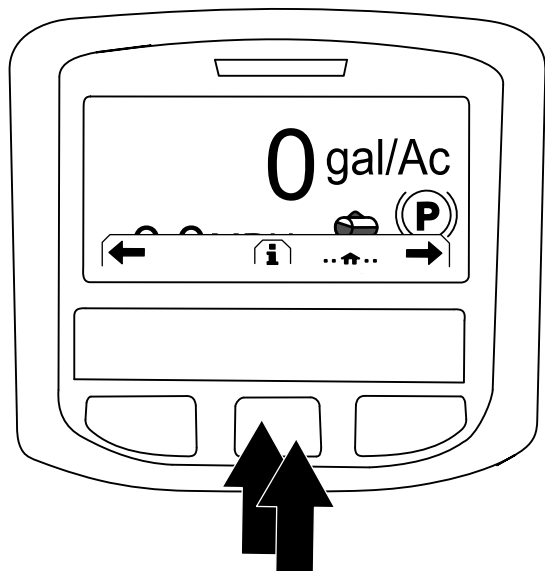

Figura 224
2. No ecrã de início, pressione o botão central no InfoCenter para aceder ao ecrã de navegação (Figura 224).
3. Carregue no botão central do InfoCenter para aceder ao menu principal (Figura 224).